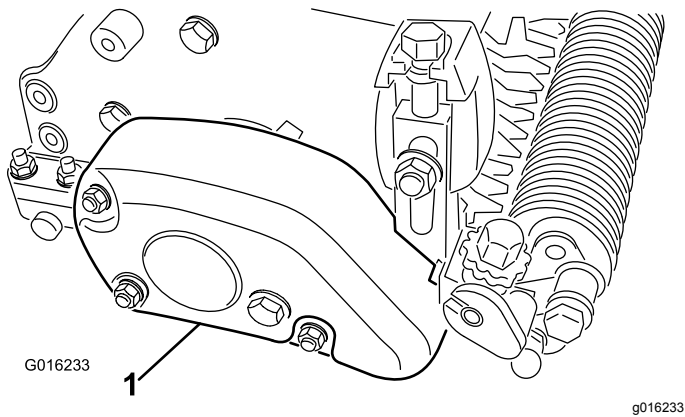

Figura 1
1. Retire la cubierta de la correa de la carcasa del groomer (Figura 1).